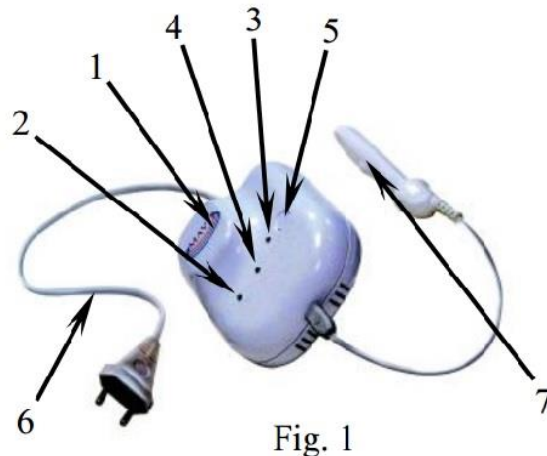

Fig. 1
MAVIT-enheten (Fig. 1) består av en strømforsyningsenhet (1) med "POWER" lysdiode, som viser at apparatet er tilkoblet vekselstrømnettet (2); ON-OFF/PÅ-AV-knappen (5). Aktivering og deaktivering av proben til brukermodus (med varme, magnetfelt og vibrasjon) blir signalisert ved om "RUN"-dioden lyser eller ikke (4) og aktivering av tidsur, som viser brukertid av enheten, som du følger med på ved å se om "ON / OFF"-dioden lyser (3); strømledningen (6) og pasientledningen (7). Pasientledningen er $(2,0 \pm 0,1)$ m, og strømledningen er $(2,0 \pm 0,1)$ m lang.